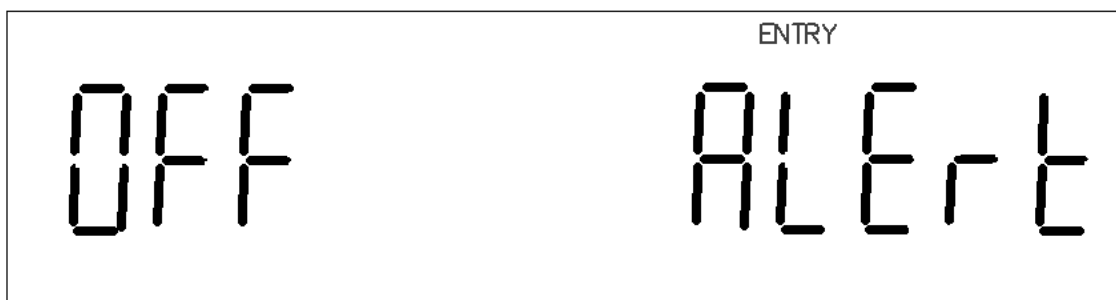

图 3-7 讯响状态设定
2. 按[BUZZER]键, 屏幕显示如图3-7所示, 当前状态“OFF”闪烁。“ENTRY”点亮表示当前为输入状态, 输入按键有效。